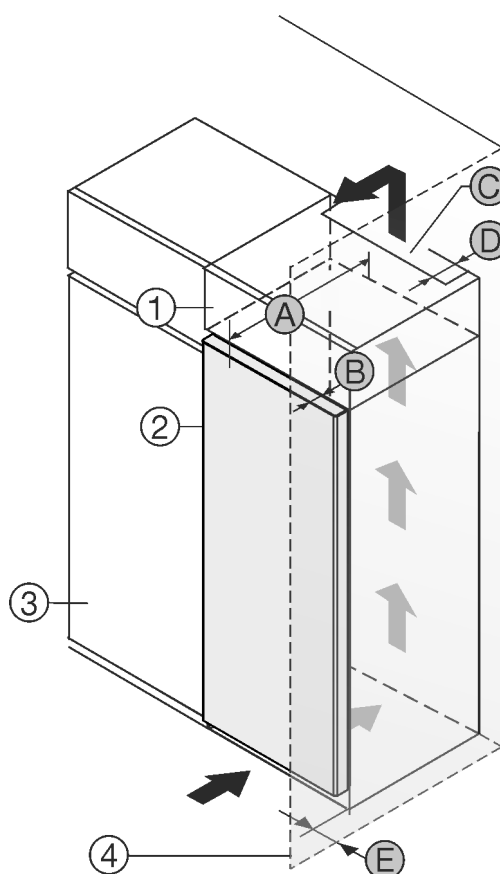

Fig. 1
Puede colocar el electrodoméstico junto al armario de cocina Fig. 1 (3).
En la parte posterior del armario superior debe estar disponible un pozo de ventilación con la profundidad Fig. 1 (D) sobre la totalidad del ancho de armario superior.
Debajo del techo debe respetarse la sección transversal de ventilación Fig. 1 (C).
Si el electrodoméstico se instala con las bisagras al lado de una pared Fig. 1 (4), la separación entre el mismo y la pared debe ser de por lo menos 13 mm.
Si el electrodoméstico se instala con las bisagras al lado de una pared *Fig. 1 (4)*, la separación entre el mismo y la pared debe ser de por lo menos 20 mm.
A fin de poder abrir completamente la puerta, el electrodoméstico debe sobresalir alrededor de la profundidad de la puerta *Fig. 1 (B)* en comparación con la parte frontal del armario de cocina *Fig. 1 (3)* y el empleo de separadores de pared el aparato puede sobresalir aún más.